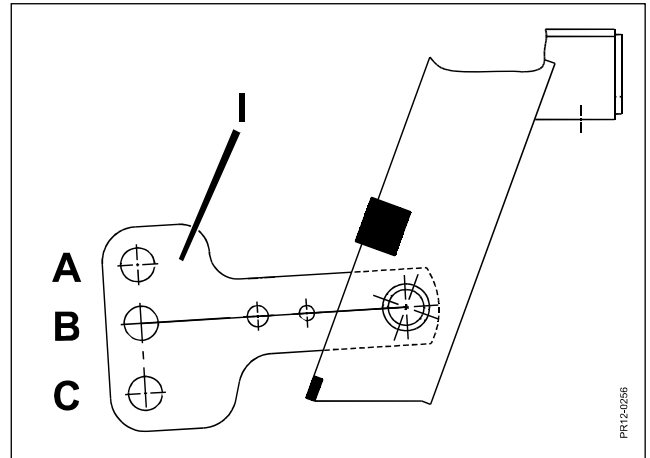

Fig. 2-11
- Fig. 2-11 2) Vælg midterste hul **B** i vippearmen **I** ved venstre koblingspunkt.